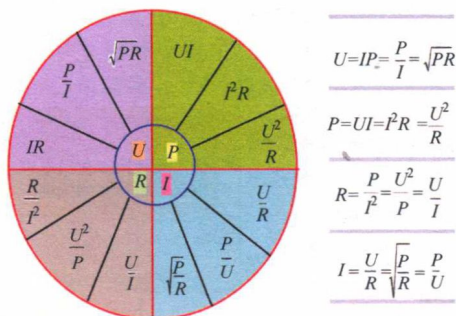

图 1-2 直流电路功率、电压、电流、电阻的关系
直流电路功率 (P)、电压 (U)、电流 (I)、电阻 (R) 的关系如图 1-2 所示。